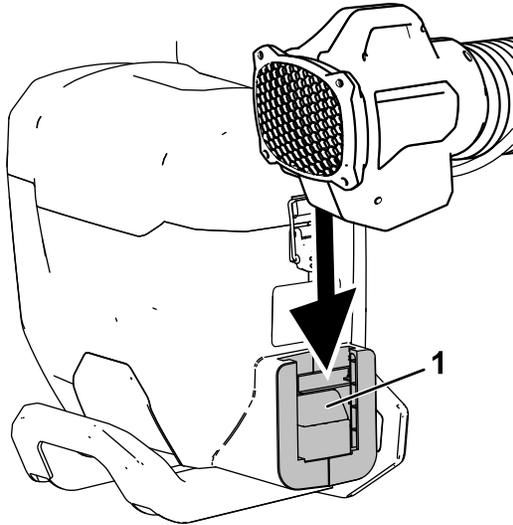

Figure 4
1. Alignez le canon souffleur avec le raccord du bloc dorsal (Figure 4).